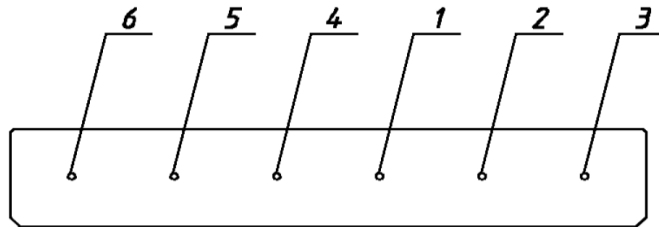

图9 推杆室盖螺栓拧紧顺序
8.13.3 用安装螺栓将盖板安装到缸体上，注意盖板的大倒角在下。安装螺栓的拧紧顺序见图9，拧紧力矩为  $60\text{ N}\cdot\text{m} \pm 12\text{ N}\cdot\text{m}$ 。